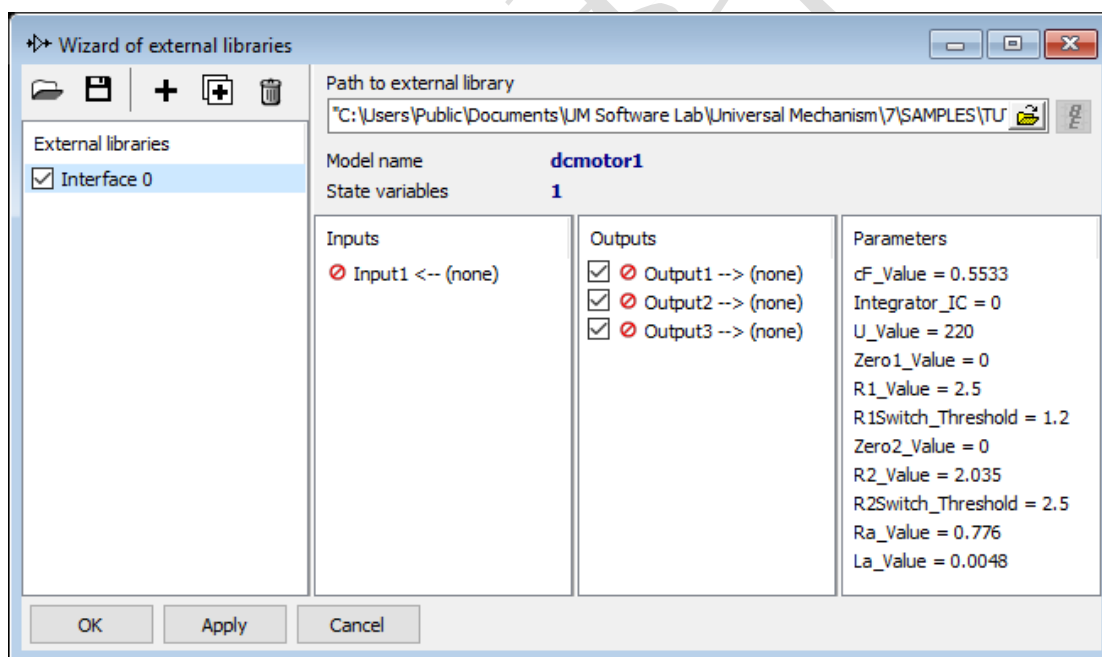

图 3.18 导入 Matlab/Simulink 动态链接库
3. 在右上角 **Path to external library** 处点击按钮 ，选择在 **Matlab** 里编译好的动态链接库文件 **dcmotor1.dll**，如图 3.18 所示。
4. 在图 3.18 页面左侧，勾选 **Interface0**。